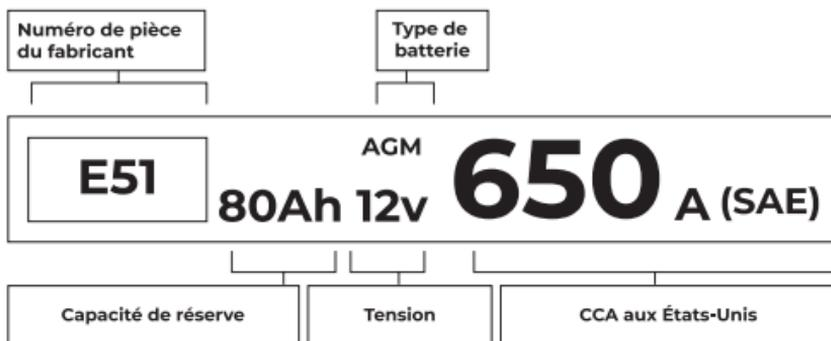

Figure 4.1.3
**Utilisez la figure 4.1.3 comme exemple :**